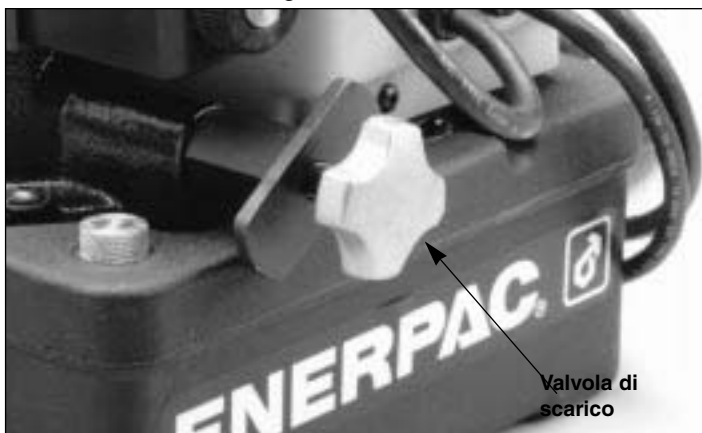

Figura 1: Valvola di scarico della pompa
4. Allentare il controdado e svitare la valvola di scarico per prevenire accumuli di pressione accidentali. La regolazione della valvola di scarico non richiede l'utilizzo di attrezzi. Vedere figura 1.